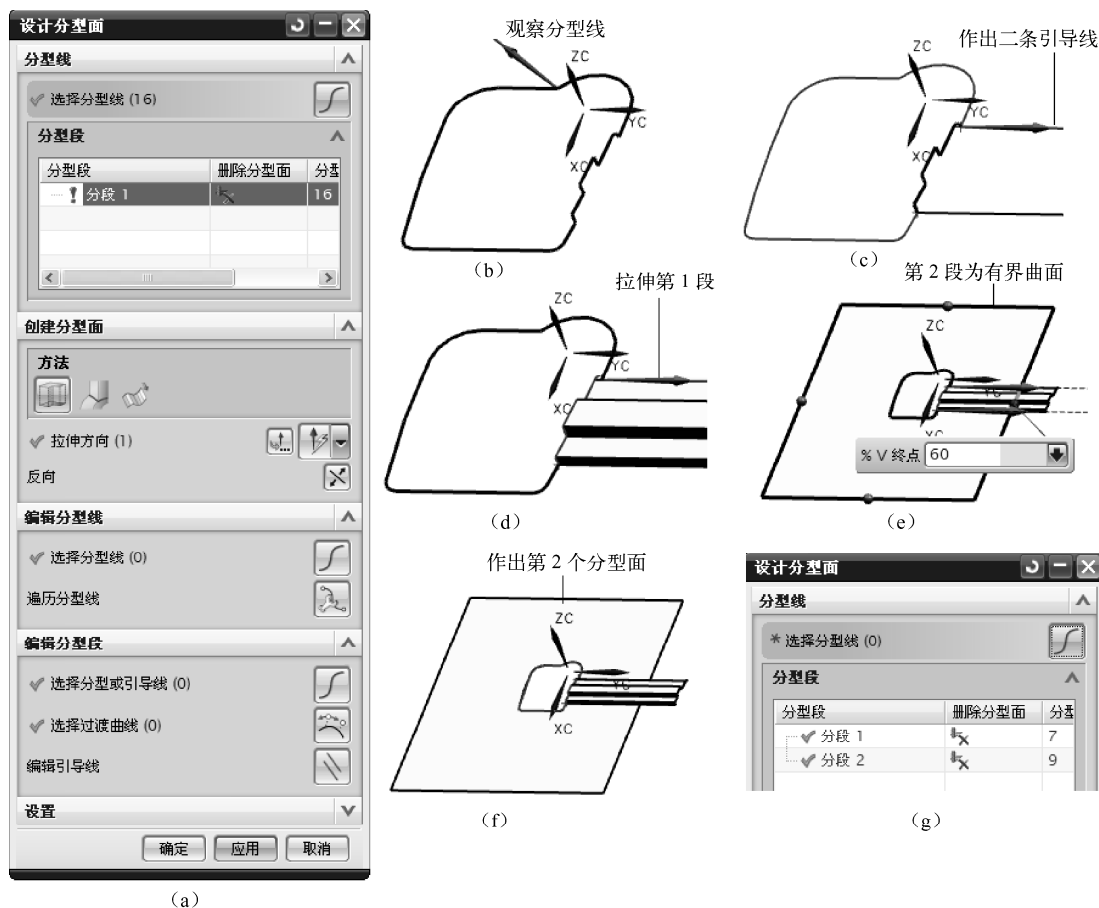

图 5-46 分型过程
(6) 在【模具分型工具】条中单击【设计分型面】按钮，弹出如图 5-46 (a) 所示的【设计分型面】对话框。
在图形区观察分型线，如图 5-46 (b) 所示，此分型线可拆分为两段。在图 5-46 (a) 所示的【设计分型面】对话框中单击【选择分型或引导线】按钮，在图 5-46 (c) 中作出二条引导线，单击【应用】按钮，将分型线拆为两段。
对第 1 段分型线用拉伸的方法拉伸出一个分型面，如图 5-46 (d) 所示。
对第2段分型线用有界曲面的方法作出一个分型面,如图5-46(e)、(f)所示,这时图5-46(g)所示的【设计分型面】对话框中,上部的两个分段前面出现绿色的√,表示分型设计已完成。退出【设计分型面】对话框。